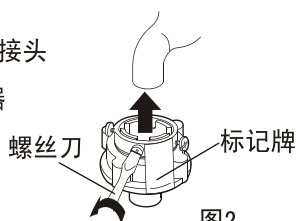

图2
2. 将进水管接头四个螺钉松至可套在水龙头上为止，然后将进水管接头套在水龙头上，如图2。（如果水龙头口径偏大，进水管接头套不上，则松开四个螺钉，取下衬套，水龙头前端必须平整，否则会漏水，如图3）